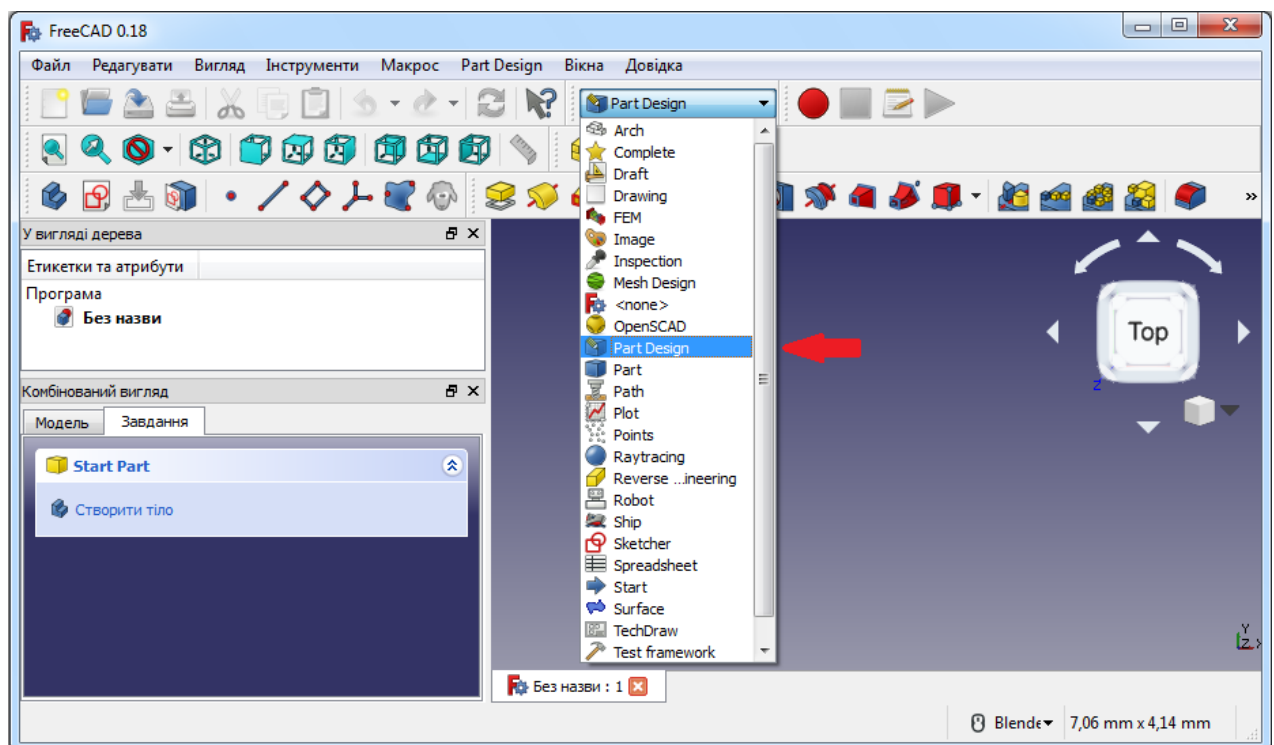

Рисунок 10 – Робота з опцією **Part Design**
1. Щоб побудувати тривимірний об'єкт, вам спочатку необхідно зробити ескіз основи: Змініть у **Workbox** зі **Start** на **Part Design** (Дизайн деталі). Це активує опцію **Create Sketch** (Створювач ескізів) в **Task Slide** у вікні комбінованого представлення/виду (**Combo View**) (рисунок 10).